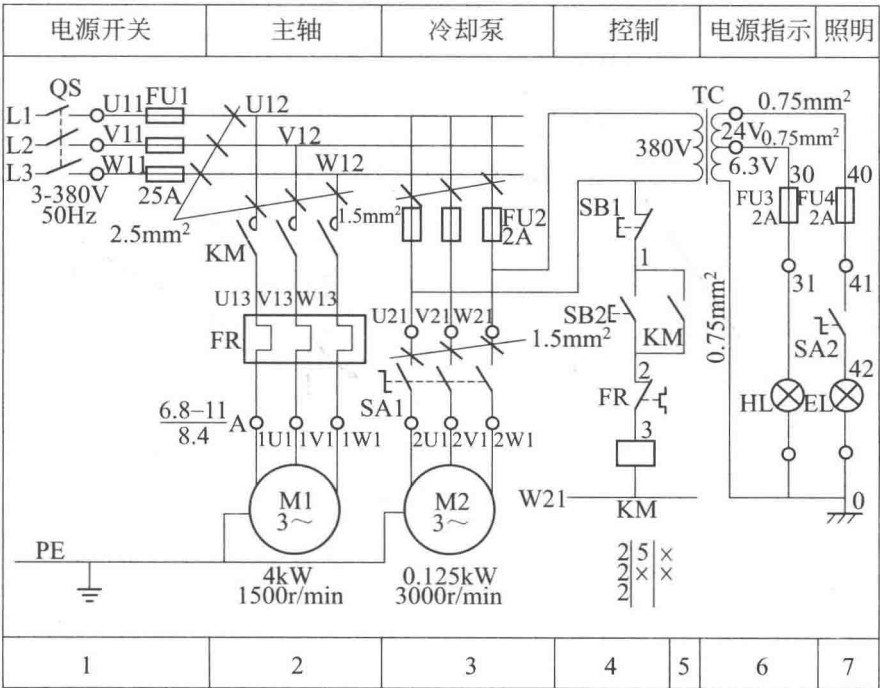

图 1-6 某普通车床电气控制电路
② 生产机械电气控制电路图 如图 1-6 所示某普通车床电气控制电路图。